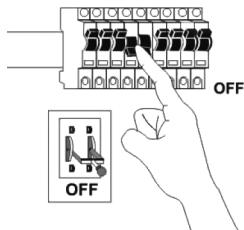

Bild 1
1. Bryt strömmen genom att slå av huvudsäkringen innan installationen påbörjas (se bild 1).